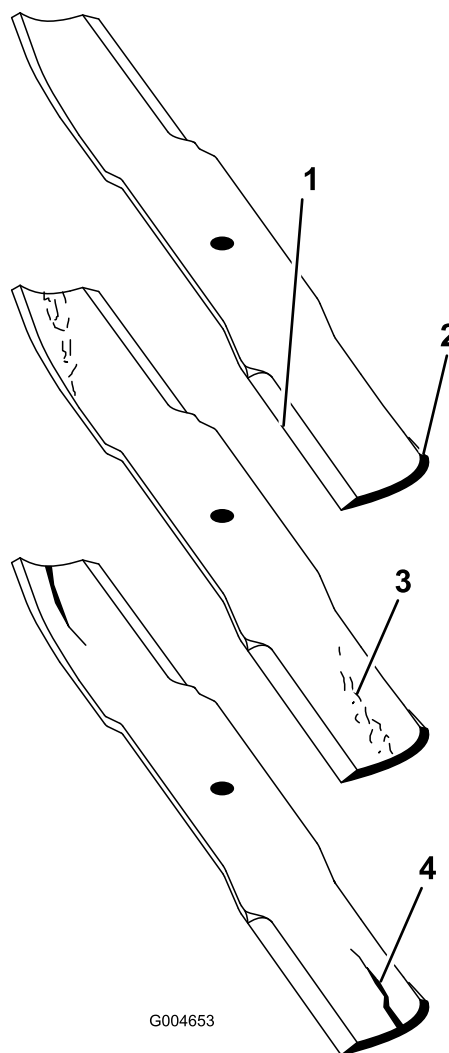

Figura 26
- Examinai cu atenie capetele de tăiere ale lamei, în special acolo unde se întâlnesc pările plate i curbate ale lamei (Figura 26).
**Notă:** Deoarece nisipul i materialele abrazive pot îndepărta metalul care unete partea plată cu cea curbată a lamei, verificai lama înainte de a utiliza maina de tuns iarba. Dacă observai urme de uzură (Figura 26), înlocuii lama.